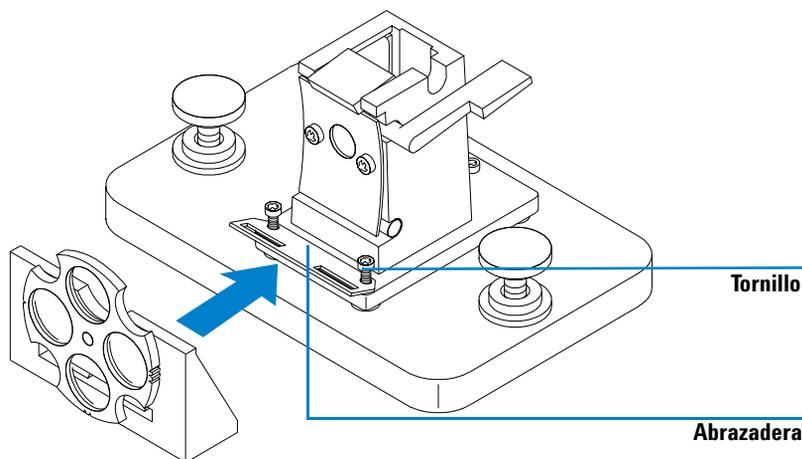

Figura 22 Instalación de la rueda de filtro óptico
- 2 Quitar los dos tornillos que aparecen en la Figura 22.
- 3 Colocar la abrazadera de la rueda de filtro como se muestra en la Figura 22. Colocar de nuevo los dos tornillos pero sin apretarlos.